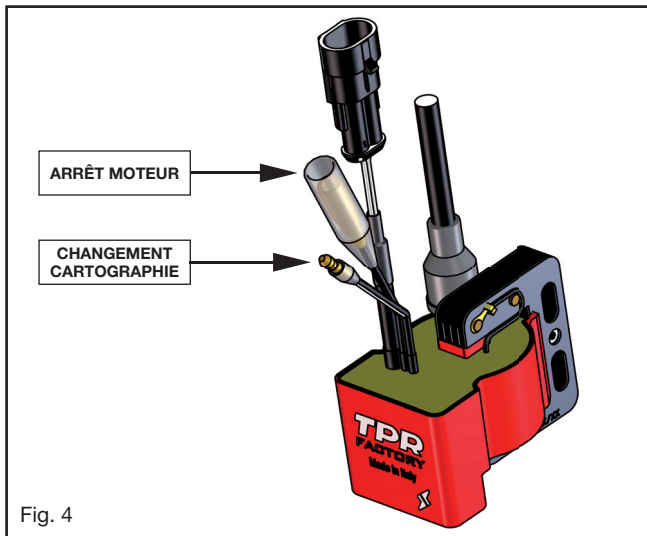

Fig. 4
- Brancher le câble avec un connecteur femelle (Fig. 4) à l'interrupteur d'arrêt du moteur ; ce fil, lorsqu'il est relié à la masse, interrompt l'étincelle.
- Brancher le câble mâle (Fig. 4) à l'interrupteur de changement de cartographie (**NON** fourni dans le kit), en connectant ce dernier à la masse il sera possible d'utiliser la Cartographie 2 ; ce branchement n'est pas indispensable au bon fonctionnement de l'allumage du rotor interne.